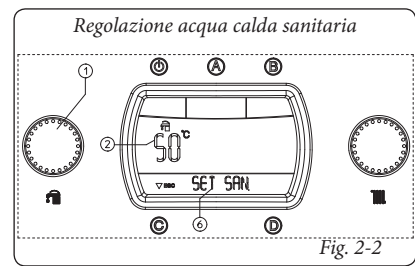

Fig. 2-2
• **Estate** (☀️): in questa modalità la caldaia funziona solo per il riscaldamento dell'acqua calda sanitaria, la temperatura viene impostata tramite il selettore (1) e la relativa temperatura viene visualizzata sul display (24) mediante l'indicatore (2) e compare l'indicazione "SET SAN." (Fig. 2-2). Ruotando il selettore (1) in senso orario la temperatura aumenta e antiorario diminuisce.